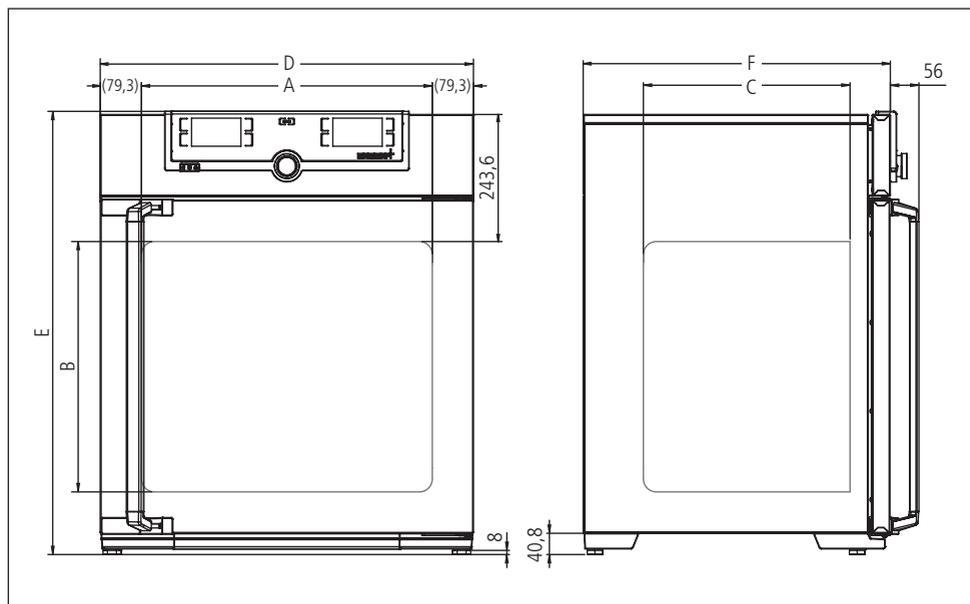

Fig. 6 Dimensiones
* Véase Fig. 6 en la página 15.